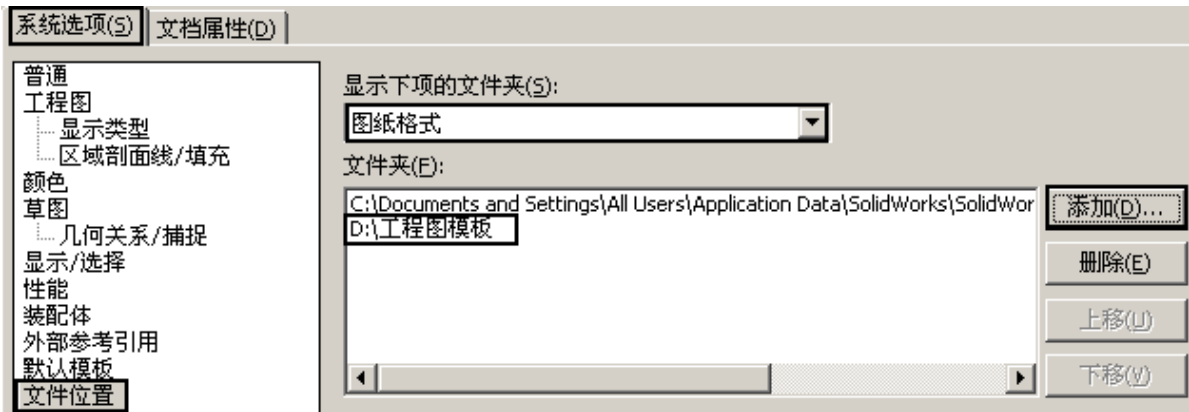

图 2-40 设置图纸格式位置
单击界面最上方标准工具栏中“选项”命令图标，在弹出的“系统选项 (S)”对话框中，如图 2-40 所示，单击“系统选项”下的“文件位置”选项，在右侧窗口中“显示下项的文件夹 (S)”处设置为“图纸格式”，单击“添加”。在出现的“浏览文件夹”对话框中查找存放图纸格式的文件夹“工程图模板”，单击“确定”。返回到“系统选项 (S)”对话框，在“文件夹”列表框中已添加“图纸格式”文件的保存路径。